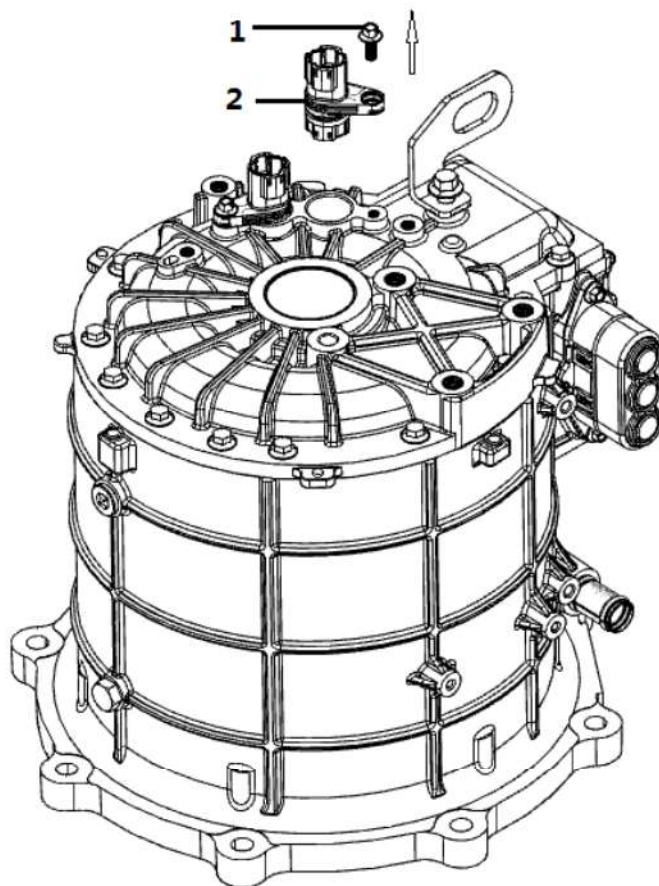

图2
② 用扳手将M6*10六角头螺栓（1）扭下来。
② 将旋变接插件（2）取出来，斜口钳将旋变接插件中间部分取下。
③ 取新的旋变接插件连上旋变引线端插件，在旋变接插件装配面涂上一层润滑油，箱体配合孔也涂上一层润滑油。再将旋变接插件插入后箱体配合孔内。最后将M6*10六角头螺栓（1）扭上，扭力为12 N·m。见图2。